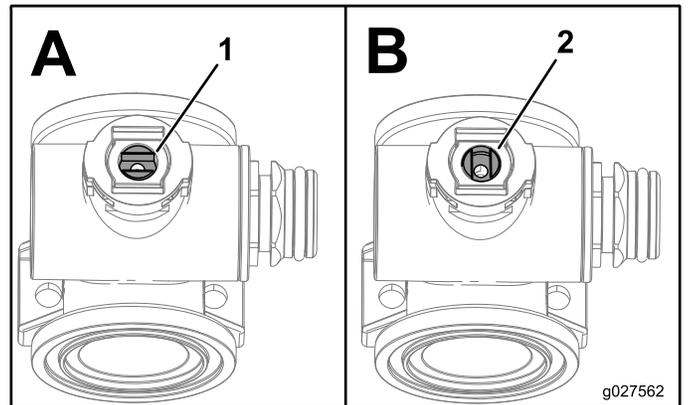

图71
1. 将阀杆放置到关闭的位置图71中的B。
- 转动阀杆总成关闭阀门图71的B